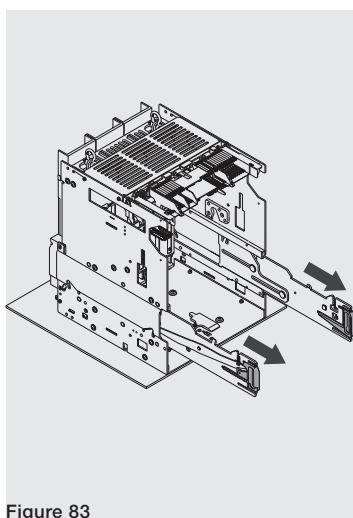

Figure 83
3. Sortir les glissières de la partie fixe en saisissant les leviers prévus. Voir Figure 83.